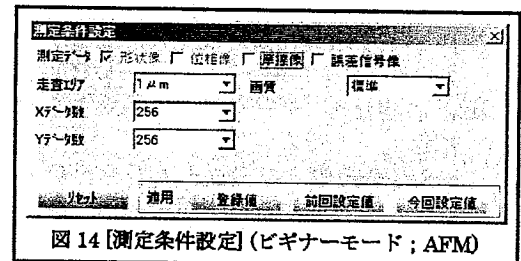
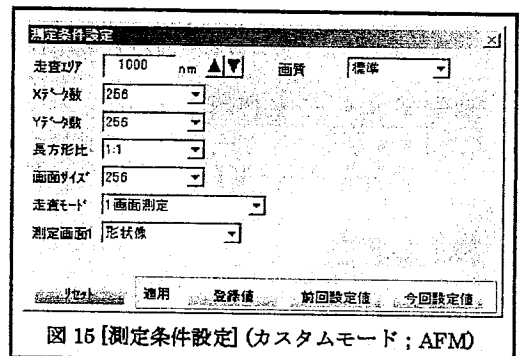

図 14 [測定条件設定] (ビギナーモード; AFM)
図 15 [測定条件設定] (カスタムモード; AFM)
(23) [測定条件設定](図 14 または図 15)で各パラメータを設定